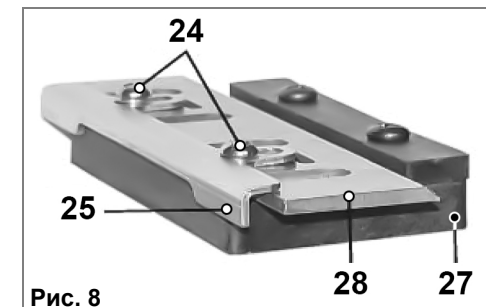

Рис. 8
9.3. Регулировка строгальных ножей по высоте (Рис. 8).
9.3.1. Установите строгальный нож (28) на шаблон для установки высоты ножей (27), как показано на Рис. 8.